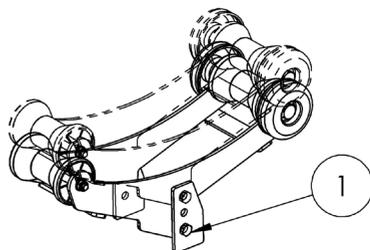

Рисунок 13. Задняя качель
Чтобы поднять ролики кия, Вам понадобятся два гаечных ключа на 17 мм. Прежде всего, раскрутите верхний крепежный болт (1), установите ролик на желаемую высоту и вставьте болт в соответствующее отверстие. Для более точной регулировки высоты можете изменить также положение нижнего болта (2). Перед окончательной закруткой болтов, проверьте, чтобы болты как следует опирались на балку дышла без зазоров. Для регулировки высоты задней качели понадобятся два гаечных ключа на 19 мм. Открутите болты с обеих сторон кронштейна (Рисунок 13. (1)). Установите заднюю качель на желаемую высоту и вновь закрутите болты в отверстиях. Не закручивайте болты до упора. Оставьте зазор для движения качели. NB! Если Вы хотите ограничить передний наклон качели, поверните кронштейн на 180°.